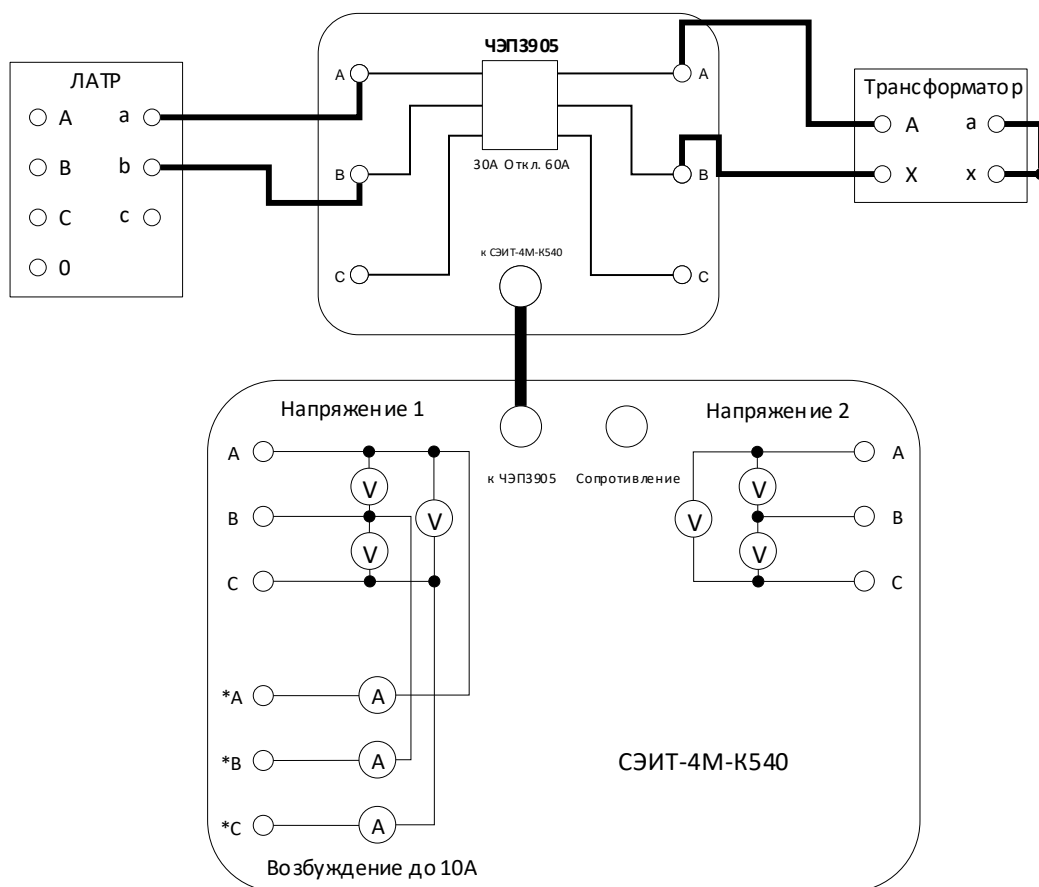

Рис. 21. Схема соединений для однофазного опыта КЗ с применением БТТ
**5.4.4.** При использовании БТТ в однофазном опыте КЗ следует собирать схему, представленную на рис. 21.